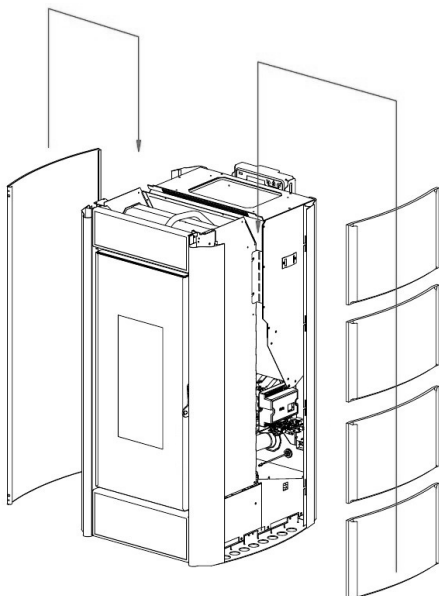

Fig. 36 - Introduzca las paredes laterales
- Introduzca las paredes laterales por las guías correspondientes, haciendo que descendan lentamente hasta el fondo (ver **Fig. 36**).